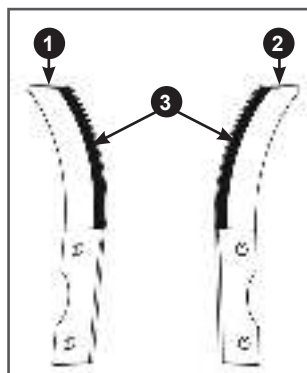

Рис. 12 Ножи фрез
1. Разделите ножи фрез на правые и левые. Правые ножи 1 при установке на правую фрезу будут иметь изгиб в сторону от редуктора, левые ножи 2 при установке на правую фрезу будут иметь изгиб в сторону редуктора (Рис. 12).